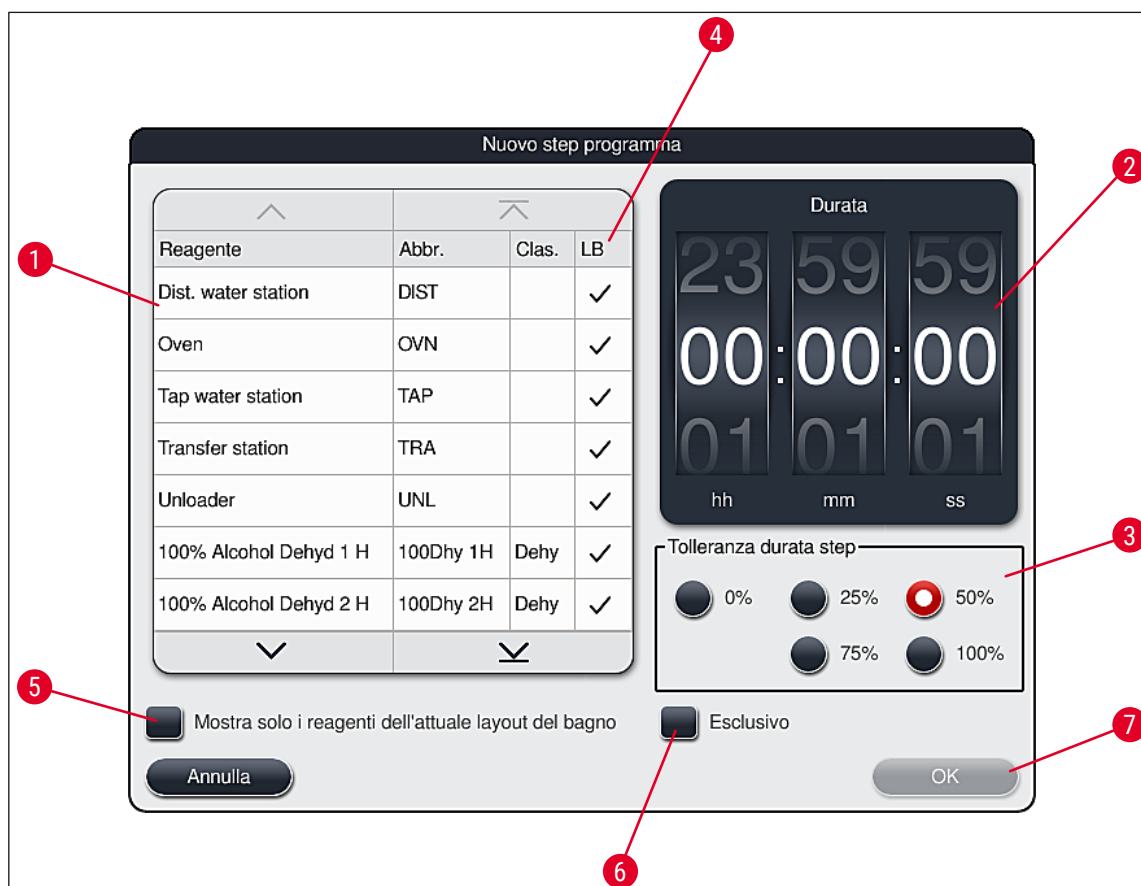

Fig. 46
- Si apre una finestra che definisce lo step di programma (→ "Fig. 46").